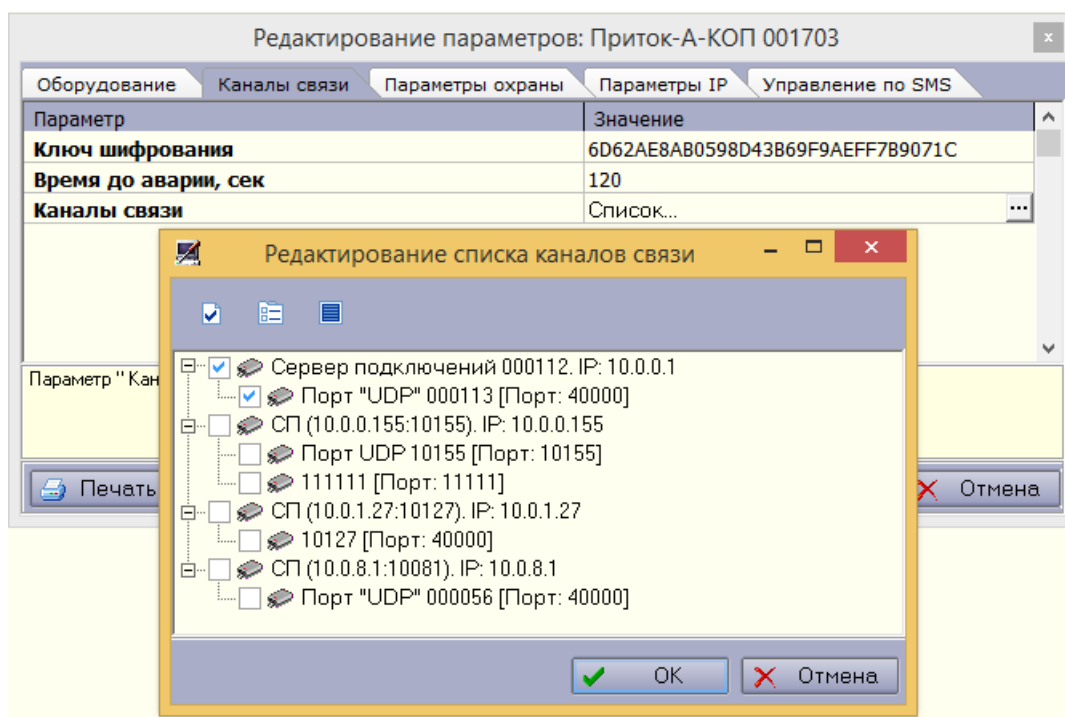

Рисунок 2.4 - Выбор серверов подключений
– **«Ключ шифрования»** (рисунок 2.4) – число, совпадающее со значением параметра «Ключ шифрования», вкладка «Подключение», установленного в конфигурации прибора (см. вкладку «Подключение» п. 2.2.6).
– **«Каналы связи»** (рисунок 2.4) – выбрать «серверы подключений», для которых разрешён приём сообщений от данного прибора. Обязательный параметр.